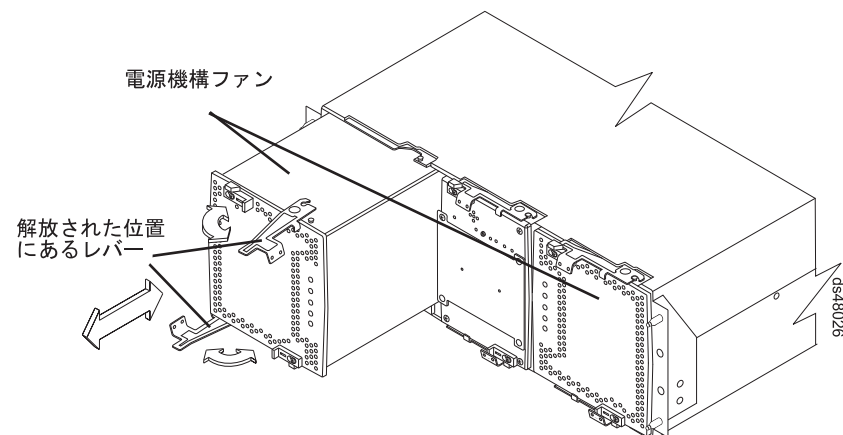

図 17. 電源機構およびファン・ユニットの取り外し
3. 電源機構およびファン・ユニットを取り外します。図 17 に、電源機構およびファン・ユニットと電源機構レバーおよびファン・ユニット・レバーの位置を示します。